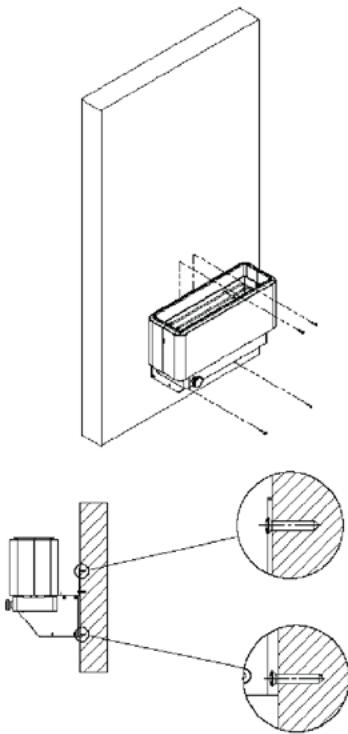

Рисунок 3.5: Установка верхних и нижних крепежных болтов и фиксация устройства на стене
3.2.4. Закрутите в верхние и нижние крепежные отверстия крепежные болты и зафиксируйте ими устройство на стене, после этого закрутите до конца также самые нижние крепежные болты (Рисунок 3.5).